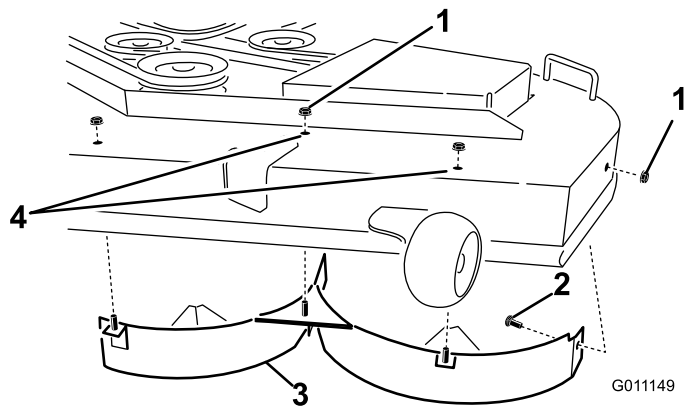

Рисунок 16
4. Отверните 3 контргайки (5/16 дюйма) от приваренных стержней левого дефлектора в верхней части деки газонокосилки в среднем положении, слева от среднего положения и в левом положении (**Рисунок 16**).
5. Отверните каретный болт и контргайку на боковой стенке деки газонокосилки, который крепит левый дефлектор к деке (**Рисунок 16**).
6. Снимите левый дефлектор с деки газонокосилки (**Рисунок 16**).
7. Найдите 2 болта в наборе отдельных деталей и используйте имеющиеся контргайки, чтобы установить крепежные детали в отверстия деки газонокосилки, показанные на **Рисунок 16**, для предотвращения выброса мусора.